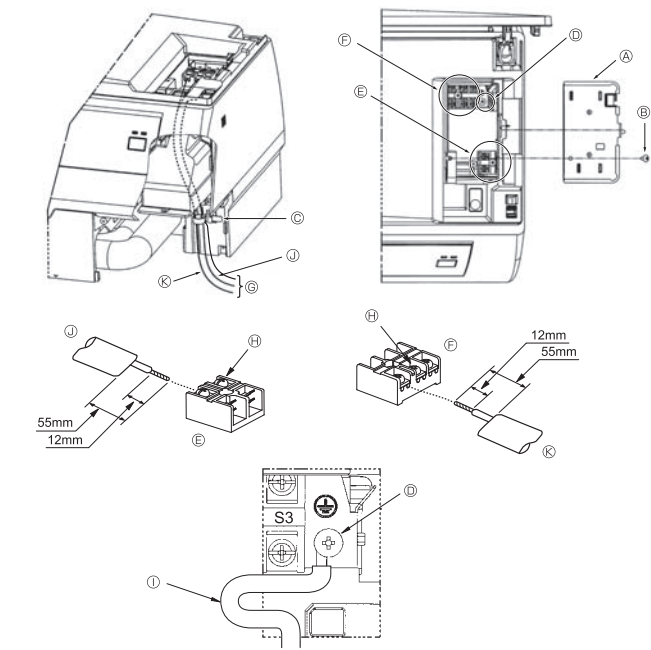

Fig. 6-1
■ PKA-RP60, 71, 100KAL (Fig. 6-1)
- ① 电气盒盖
- ② 固定螺钉
- ③ 线夹